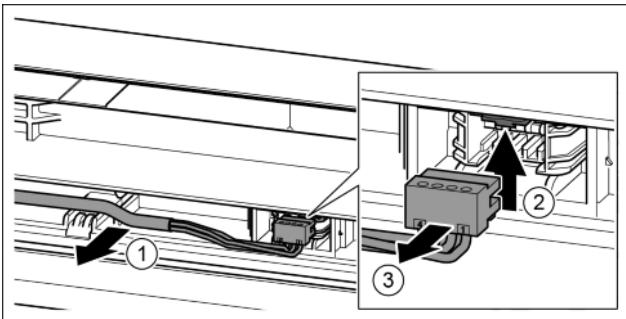

Fig. 21
- Осторожно высвободить серый кабель из направляющей в двери. Fig. 21 (1)
- Отжать соединительную накладку вверх. Fig. 21 (2)
- Осторожно извлечь штекер. Fig. 21 (3)